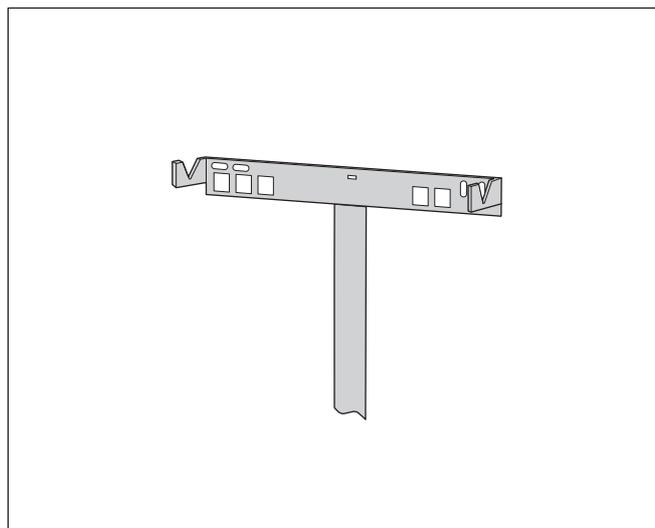

Fig. 4 Bande en plastique pour correction de longueur
- Poser le support mural. Utiliser la bande en plastique pour la correction de la longueur (fig. 4). Les encoches anguleuses du support mural sont prévues pour l'échange du type d'appareil ZWR/ZR. Pour ce faire, respecter le raccordement correct des tuyaux selon "Instructions de montage du groupe de raccordement". Si vous utilisez le boiler S 120 ou HT 70/110, respecter les distances définies dans les instructions de montage du jeu de raccordement